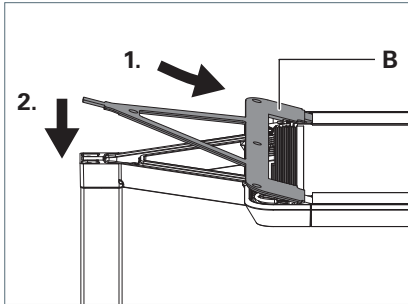

Fig. 8: Abdeckung montieren.
- Setzen Sie die Abdeckung **B** mit den drei Laschen an der Unterseite der Abdeckung in die Aussparungen am Leuchtenkopf und drücken Sie die Abdeckung fest, siehe Fig. 8.